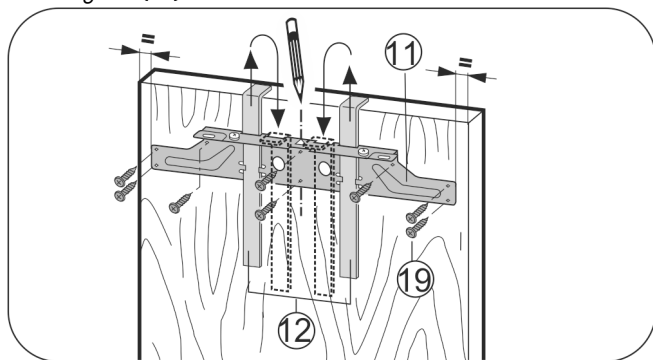

Fig. 21
- Befestigungstraverse Fig. 21 (11) mit den Montagehilfen Fig. 21 (12) auf die Innenseite der Möbeltür hängen.
- Befestigungstraverse Fig. 21 (11) mittig auf der Tür ausrichten.
- Die Befestigungstraverse Fig. 21 (11) mit mindestens 6 Schrauben Fig. 21 (19) festschrauben.
- Befestigungstraverse Fig. 21 (11) mit 4 Schrauben Fig. 21 (19) am Rand festschrauben.
- Montagehilfen Fig. 21 (12) nach oben herausziehen und in die danebenliegenden Aufnahmeöffnungen gedreht einschieben.